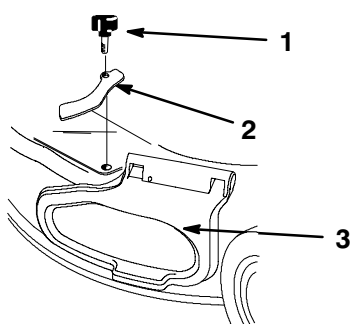

Figure 38
3. Dévissez le bouton et déposez la fixation du couvercle latéral (Fig. 38).